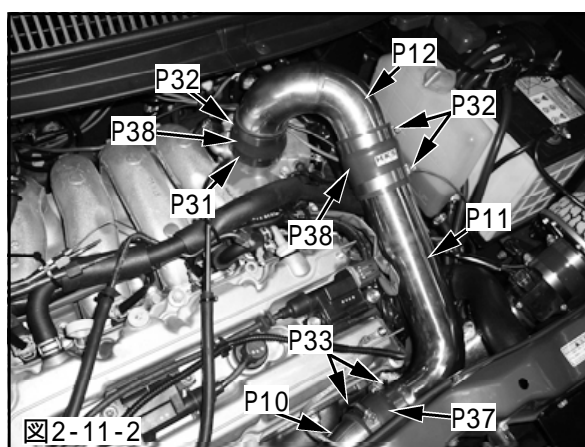

図2-11-2
(2)チャンバパイプ 2をチャンバパイプ 1に取付けてください。(図2-11-2)
(3)チャンバパイプ 3をチャンバパイプ 2に取付けてください。(図2-11-2)